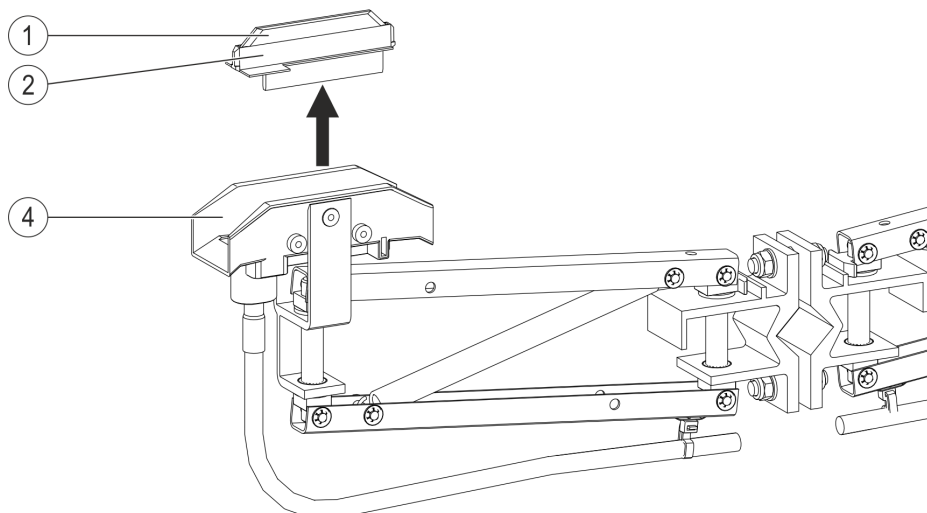
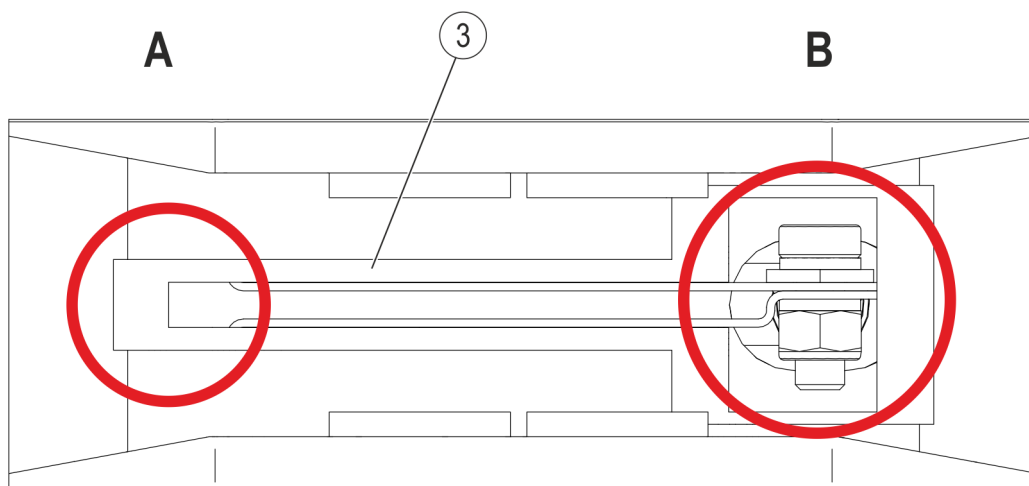
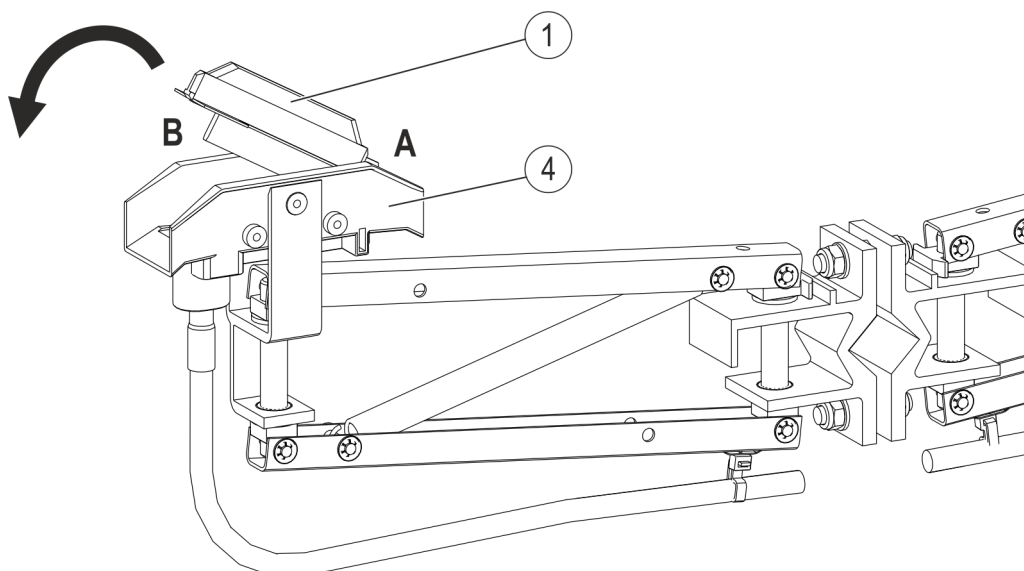

Abb. 127: Schleifkontakt (Pos. 1) und Kunststoffisolation (Pos. 2) entnehmen
Abb. 128: Weiteste Seite (A) und engste Seite (B) des Kontaktbleches (Pos. 3)
Abb. 129: Schleifkontakt-Aussparung auf Seite der Leitung
Um den Schleifkontakt (Pos. 1) zu wechseln (siehe Abb. 127), müssen folgende Arbeitsschritte ausgeführt werden:
→ Den Stromabnehmerkopf festhalten und mit einer Wasserpumpenzange den Schleifkontakt (Pos. 1) mit seiner Kunststoffisolation (Pos. 2) herausziehen. Das Herausziehen an der weiter geöffneten Seite (= Seite A in Abb. 128) des Kontaktbleches (Pos. 3) beginnen (siehe Abb. 127 und Abb. 128).
→ Den Bereich unter der Kunststoffisolation (Pos. 2) reinigen, v.a. die Kontaktfläche des Kontaktbleches (Pos. 3) (siehe Abb. 128).
→ Den neuen Schleifkontakt mit seiner Kunststoffisolation von Hand in die Schleifkontakt-Isolation (Pos. 4) einpressen (siehe Abb. 129). Hierbei an der weiter geöffneten Seite des Kontaktblechs (Seite A in Abb. 128) anfangen und danach unter Drehen den Schleifkontakt vollständig einsetzen. Beim Einpressen dürfen keine Hilfsmittel (wie z.B. Hammer) verwendet werden, da dies die Schleifflächen des Schleifkontakts beschädigen kann. Folgendes ist beim Einsetzen zu beachten:
- Die Schleifkontakt-Aussparung (Pos. 1) muss auf der Seite der Leitung (Seite B) sitzen (siehe Abb. 129).